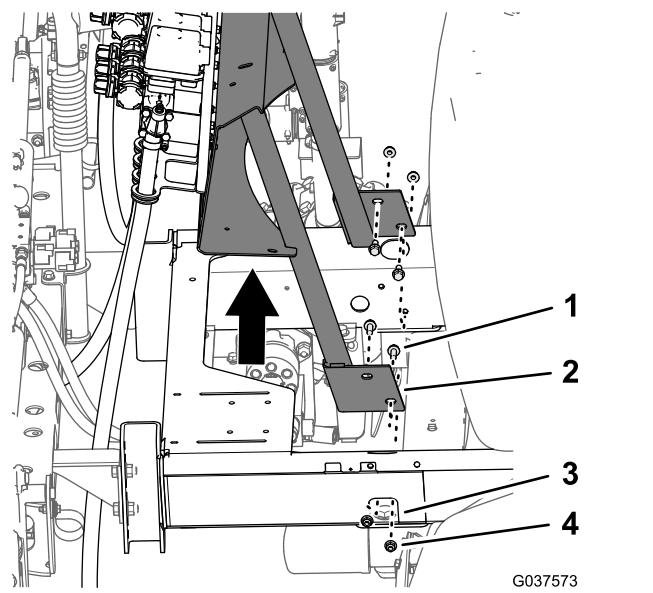

Figura 45
- Suportando a montagem da válvula, retire os quatro parafusos de cabeça flangeada (3/8 x 1 pol.) e as quatro porcas de bloqueio flangeadas (3/8 pol.) que prendem a montagem da válvula à estrutura da máquina (Figura 45).
- Retire o suporte da válvula, válvulas e tubos de secção da rampa da máquina (Figura 45).